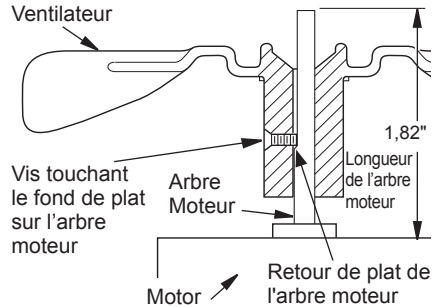

Figure 7 - Section du ventilateur
2. Le ventilateur est situé avec la vis d'arrêt en contact avec le dos de plate sur le moteur comme le montre la Figure 7.